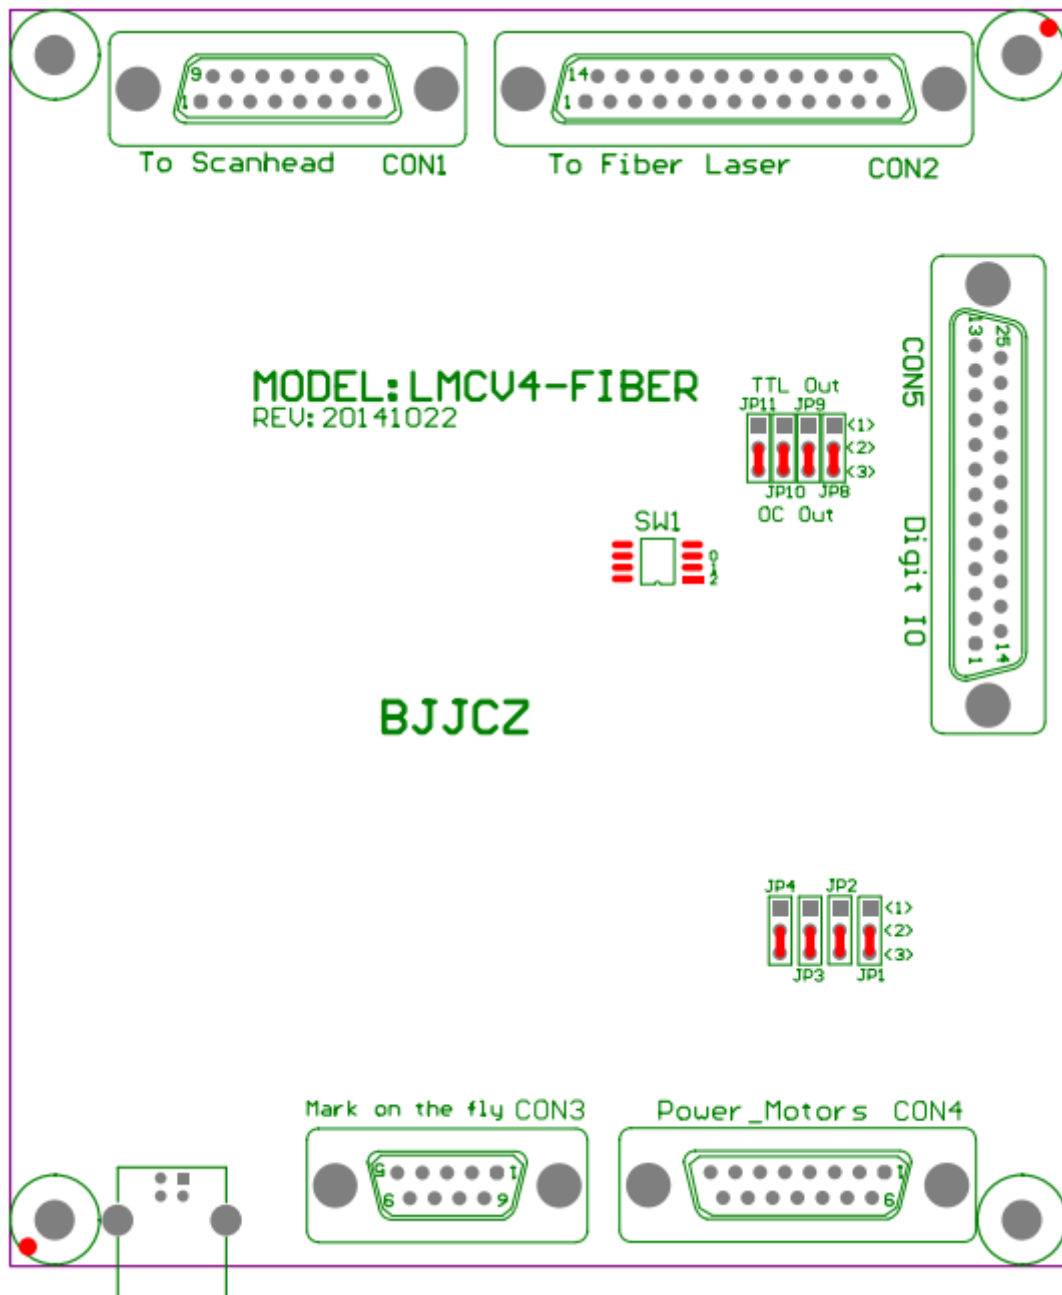

图 2-6 光纤 V4 板卡跳线位置示意图
在图 2-6 中，有一个 SW1 的位置上，焊接了一个拨码开关。此拨码开关为板卡索引号，0——7。在多块卡同时工作时，用以区分不同的板卡。拨码开关左侧的 0, 1, 2 分别对应为二进制的 b2 b1 b0。将拨码开关的位置拨向左侧 (ON) 的位置表示该位为 0，否则为 1。